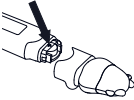

Figure 4
- Retirez délicatement la carte de circuit imprimé en plastique avec le logement de la pile sur environ 1 cm (un peu moins de 1/2") (figure 4).